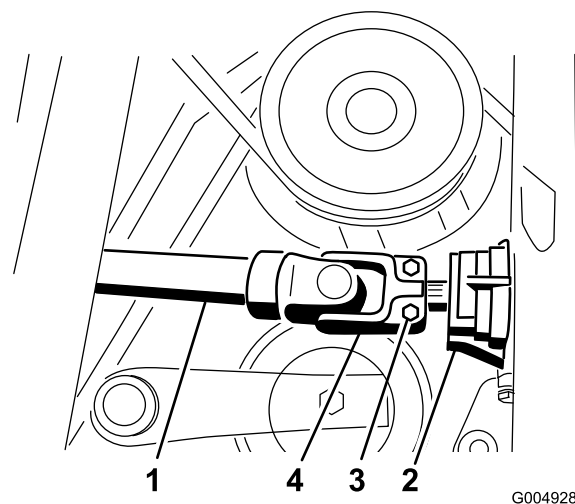

Figure 10
7. Glissez l'arbre d'entraînement sur l'arbre de la boîte d'engrenage (Figure 10). Montez la goupille cylindrique et serrez les boulons à un couple de 19,75 à 25,40 Nm (175 à 225 lb-po).